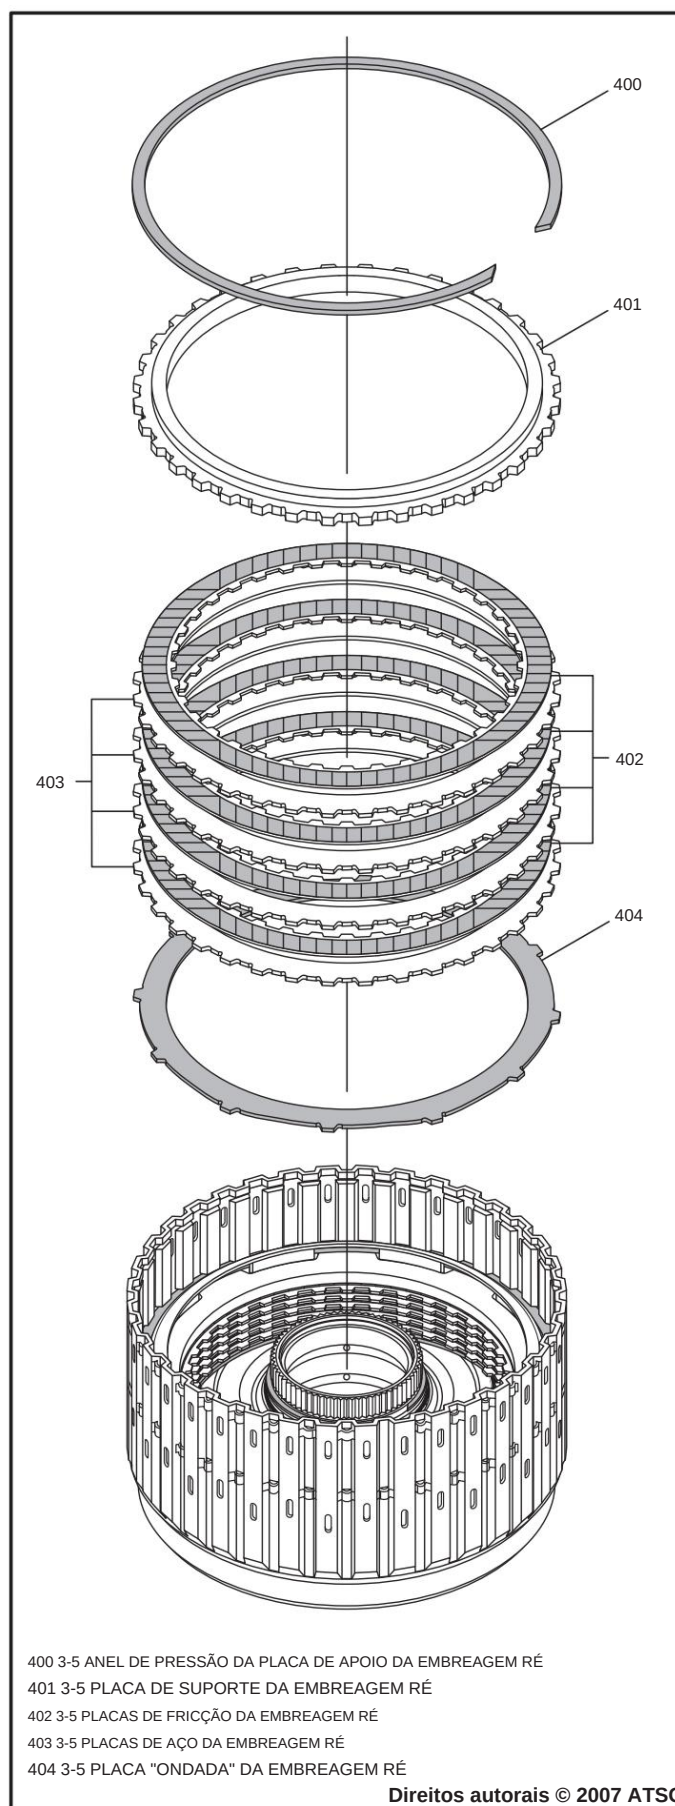

Figura 101
30. Instale a placa "onda" da embreagem de ré 3-5 na parte superior do anel de aplicação, conforme mostrado na Figura 101.
31. Instale as 3-5 placas da embreagem de ré começando com uma placa de aço e alternando com uma placa de fricção até instalar quatro de cada, conforme mostrado na Figura 101.
32. Instale a placa traseira da embreagem de ré 3-5, conforme mostrado na Figura 101.
33. Instale o anel elástico seletivo da placa traseira da embreagem de ré 3-5, conforme mostrado na Figura 101.